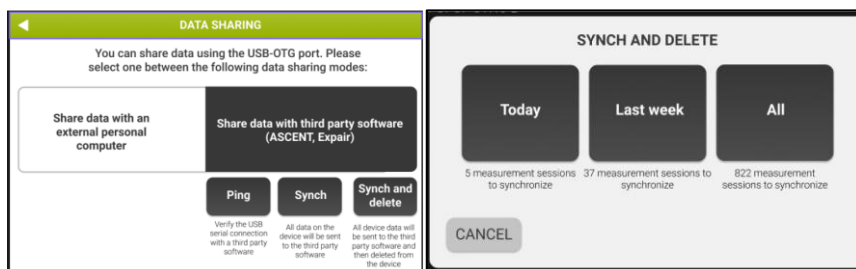

Figura 16 - Selezione di sincronizzazione
2. Selezionare *Sync and delete* per sincronizzare I dati ed eliminarli dal database interno. La sincronizzazione può essere effettuata sulle misurazioni del giorno corrente dell'ultima settimana oppure su tutti i dati. Terminata la sincronizzazione i dati sul dispositivo saranno rimossi (Figura 16)